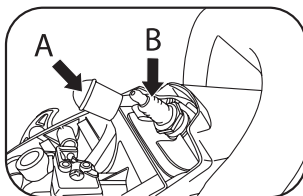

Рис. 14
2. Отсоедините высоковольтный кабель от свечи зажигания (А) (Рис. 14).